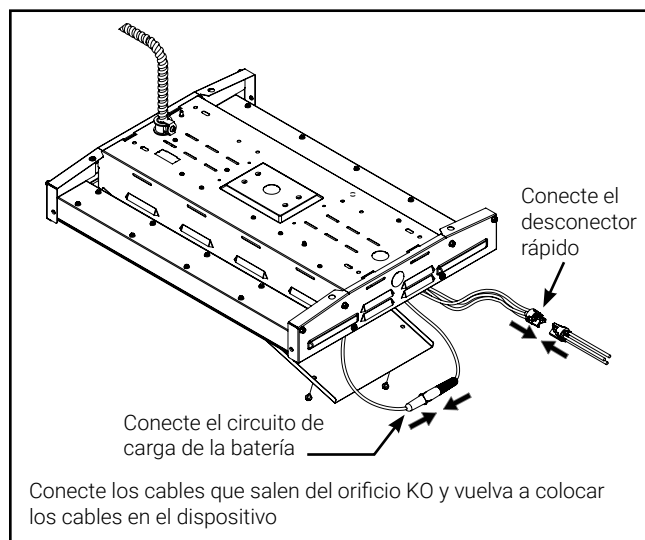

Figura 2.
3. Conecte el cableado de entrada de CA de la luminaria mediante el desconector de 3 puertos (si la tuviera), para incluir el circuito sin el interruptor para las baterías. Conecte el cableado conforme al código. (Figura 2).